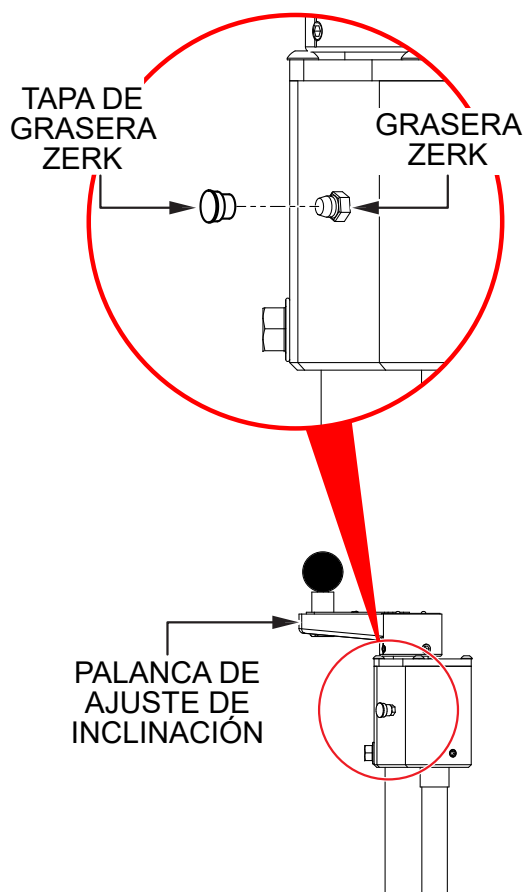

Figura 30. Lubricación de las torres de inclinación
1. Localice la graseira Zerk justo debajo de la palanca de ajuste de inclinación en una de las torres de inclinación (Figura 30). Quite la tapa de la graseira Zerk y póngala a un lado.